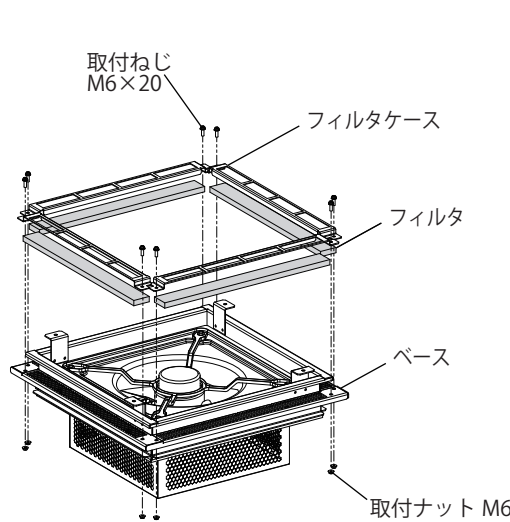

図 2
2. フィルタケースにフィルタを入れ、ベースにフィルタケースを、付属の取付ねじ M6×20・取付ナット M6 (8か所) にて取り付けてください。(図 2)